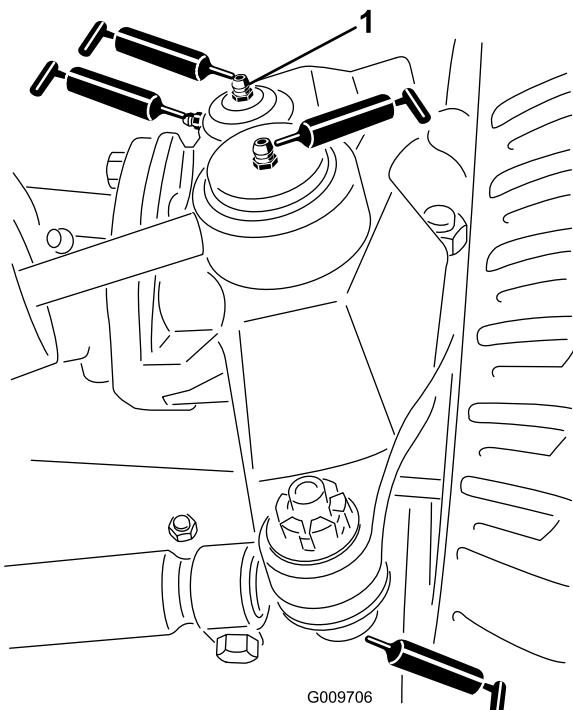

Figure 46
- Rotules de vérin de direction (2), comme montré à la Figure 46
- Rotules de bielles de direction (2), comme montré à la Figure 46
- Bagues de pivot de fusée (2), comme montré à la Figure 46